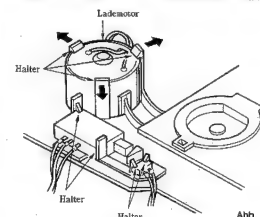

Abb. 5
(5) Ausbau des Lademotors und der Schalter (Abb. 5)